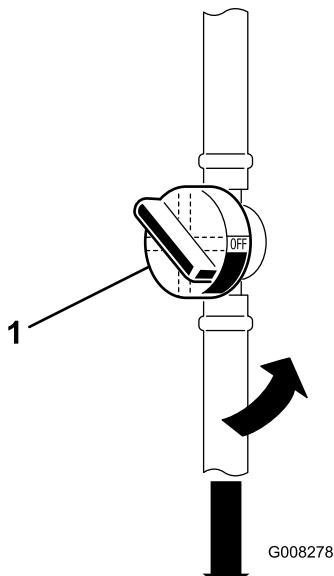

Figure 27
6. Fermez le robinet d'arrivée de carburant (Figure 27).
7. Pincez les extrémités des colliers et faites glisser ceux-ci pour les éloigner du filtre usagé (Figure 27).